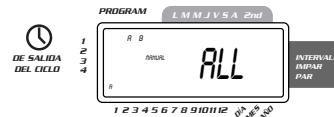

FIGURA 10: Riego semiautomático para las estaciones asignadas a los programas A y B
- Haga girar el dial a **AUTO** luego oprima la tecla **MANUAL**. La pantalla mostrará "AB", "MANUAL" y "ALL" aparecerá intermitente [vea la figura 10]. Esto indica que todas las seis (o doce) estaciones en los programas A y B regarán de una manera semiautomática durante los períodos asignados en secuencia.